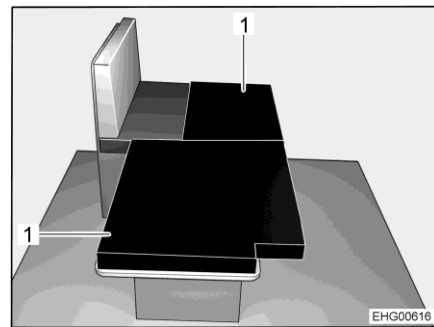

Bild 77 Efter ombyggnaden
- Lägg de båda extra dynorna (Bild 77,1) på det nersänkta bordet så som visas i bild.